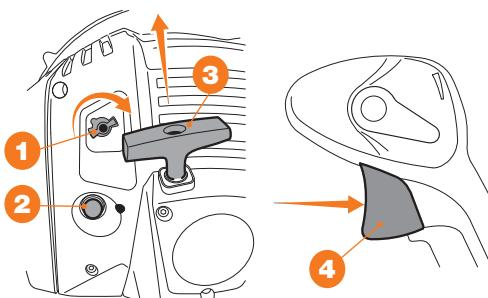

Рис. 6
- Установите винт управления дроссельной заслонкой **1** в положение «закрыто» поворотом по часовой стрелке. (рис. 6).
Используйте ту же процедуру запуска, что и для холодного двигателя, но без установки винта дроссельной заслонки **1** в положение закрыто (рис. 6).